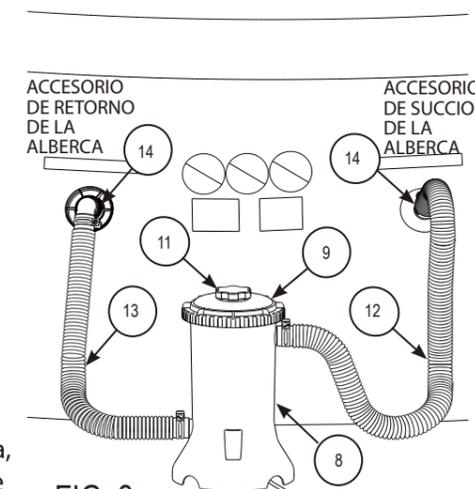

FIG. 3
B. Tome las Mangueras de Succión y Retorno (12, 13), y retire las Abrazaderas de las Mangueras (14), de la bolsa de herramienta. Libere las abrazaderas de manguera y deslícelas sobre el extremo de cada manguera. Lubrique los anillos-O (24) en la Caja del Filtro (8) y la Voluta de la BombaZ completamente con petrolato. Instale una manguera en la entrada superior de la caja del Filtro de succión, y una manguera en la salida de retorno de la caja del filtro en la base. Asegure las dos abrazaderas de la mangueras (14).
C. Localice las partes de ensamble del Accesorio de Retorno (21, 25-31). Lubrique la Junta RF (negra) (26) completamente con petrolato e instálelas sobre las roscas en el Accesorio de Retorno (25). Inserte el Accesorio de Retorno (25) con la Junta RF (26) a través del orificio del accesorio de retorno de la alberca en la pared del interior de la alberca, vea la Fig. 3 para la ubicación correcta. Coloque la Arandela de Empuje RF (27) blanca sobre el Accesorio de Retorno y luego enrosque la Tuerca RF (28) en el accesorio hasta que esté ajustado. NO ajuste de más la Tuerca RF ni arrugue la pared de la alberca alrededor de la Arandela de Empuje RF (27) o de la Junta RF (26). Conecte los Accesorios de Retorno de la alberca (25) con el Conector RF (21) desde el interior de la alberca. Ponga el Accesorio Desviador RF (30) y al Anillo de Seguridad (31) a un lado para instalarlos después. Ahora localice las partes de ensamble del Accesorio de Retorno (16-20). Lubrique la Junta SF negra (17) completamente con petrolato e instálela sobre las roscas en el Accesorio de Succión (16). Inserte el Accesorio de Succión (16) con la Junta SF (17) a través del orificio del accesorio de succión de la alberca en la pared del interior de la alberca. Coloque la Arandela de Empuje SF (18) sobre el Accesorio de Succión y luego enrosque la Tuerca SF (19) sobre el accesorio hasta que esté ajustado. NO ajuste de más la Tuerca SF ni arrugue la pared de la alberca alrededor de la Arandela de Empuje SF (18) o la Junta SF (17). Tape el Accesorio de Succión de la Alberca (16) con la Tapa para el Agua (20). Solamente ajuste con la mano la Tapa de Agua (20). Comience a llenar la alberca.
D. Después de que la alberca se llenó, coloque el Ensamble del Filtro entre los dos accesorios en la lateral de la alberca, alrededor de 6 pulgadas fuera de la base. La manguera de succión (12), que viene de la parte superior de la caja del filtro, debe quedar frente a la derecha, y la manguera de retorno (13) que viene de la bomba, en la parte inferior de la caja, debe quedar frente a la izquierda; vea Fig. 3.
- E. Deslice las dos Abrazaderas de la Manguera (14) sobre los extremos de las dos mangueras. Lubrique los Anillos-O (24) en el accesorio de la pared completamente con petrolato, luego conecte las mangueras a los accesorios de Retorno y Succión localizados en un lado de la alberca. El accesorio de Succión de la Alberca está en la derecha, y el accesorio de retorno en la izquierda, vea la FIG. 3. Asegure ambas mangueras en su lugar ajustando las dos Abrazaderas de las Mangueras (14).
- F. Desatornille el tornillo de ventilación (11) de el anillo de cerrado de la parte superior (9) aproximadamente 1-½ vueltas. **NOTA: ES NECESARIO QUE EL SISTEMA SE VENTILE PARA QUE ESCAPE EL AIRE MIENTRAS EL FILTRO SE LLENA DE AGUA.**
- G. Retire el Conector RF (21) del accesorio de retorno (25) dentro de la alberca. También retire la Tapa para el Agua SF (20) del Accesorio de Succión (16). Esto permite al sistema del filtro llenar con agua. **NO** deseche el Conector RF (21) y la Tapa para el Agua SF (20). Usted los necesitará cuando cambie el Cartucho del Filtro o le de servicio a la bomba. Apriete con la mano el tornillo de ventilación en el anillo de sello de la parte superior hasta que el anillo-O quede asegurado alrededor del tornillo y no escape más agua.
- H. Hasta este punto el sistema del filtro no debe permitir el paso del agua. Revise las mangueras y las conexiones, así como el tornillo ventilador, para asegurarse de que no existan goteras. Si se llega a encontrar alguna gotera, vaya a la pag. #8 en la guía del Trouble Shooting #4. Ahora coloque el Accesorio Desviador RF (30) y el Anillo de Seguridad RF (31) en el Accesorio de Retorno (25).